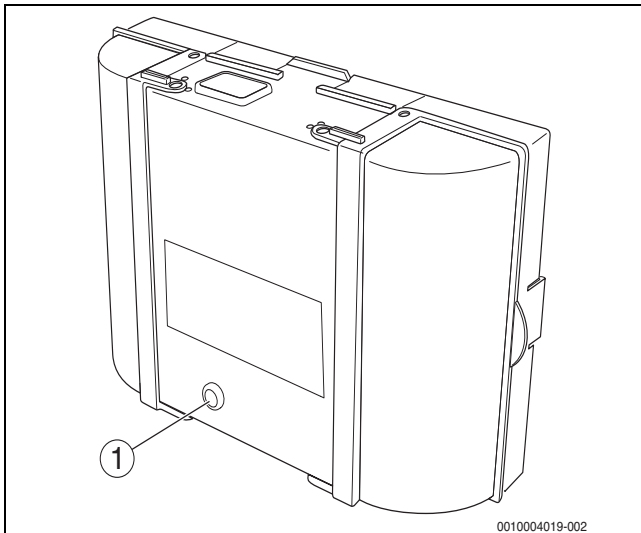

Bild 84 Störungen am Feuerungsautomaten zurücksetzen
- Taste „Entstören“ am Feuerungsautomaten drücken (→ Bild 84).